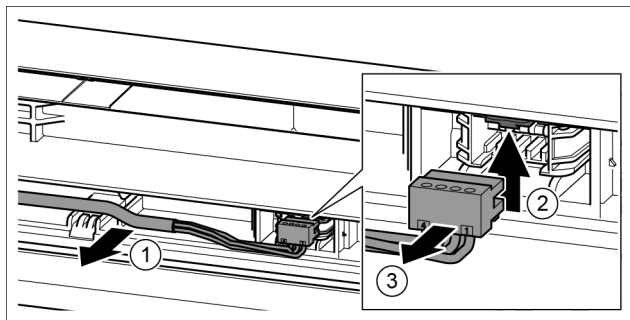

Fig. 24
- ▶ Обережно витягніть сірий кабель з направляючої в дверцятах. Fig. 24 (1)
- ▶ Притисніть з'єднувальну накладку вгору. Fig. 24 (2)
- ▶ Обережно витягніть штекер. Fig. 24 (3)